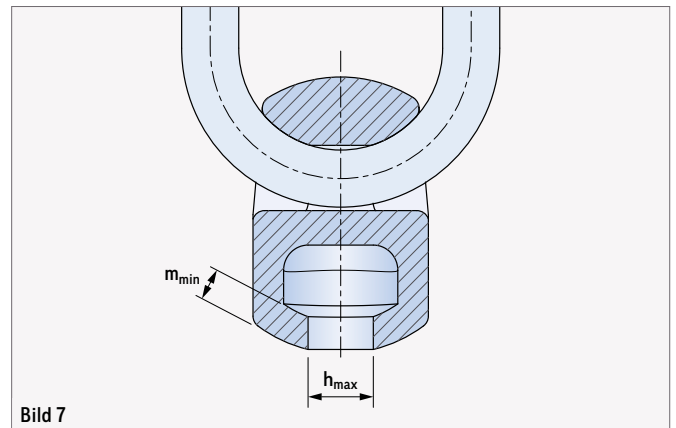

Bild 7
- » Bei Über- bzw. Unterschreitung der zulässigen Verschleißmaße ist ebenfalls die Ablegereife erreicht (siehe Tabelle 4 und Bild 7).
PHILIPP bietet zum schnellen und einfachen Prüfen der Verschleißmaße an einem Kugelkopf-Hebekopf eine Prüflehre an. Mit Hilfe dieser Prüflehre kann sowohl die Maulweite  $h_{max}$  als auch die Lippendicke  $m_{min}$  geprüft und somit u.a. eine Ablegereife bestimmt werden (siehe Tabelle 4 und Bild 7).